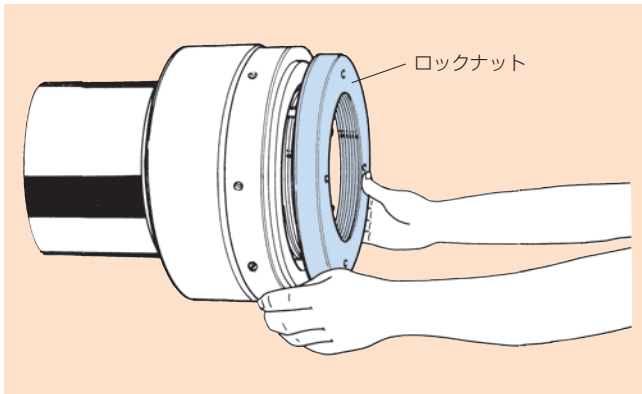

図30
(2) 油圧ナットを取付け後、取付け軸のねじに適合したロックナットを図30のように取付けます。